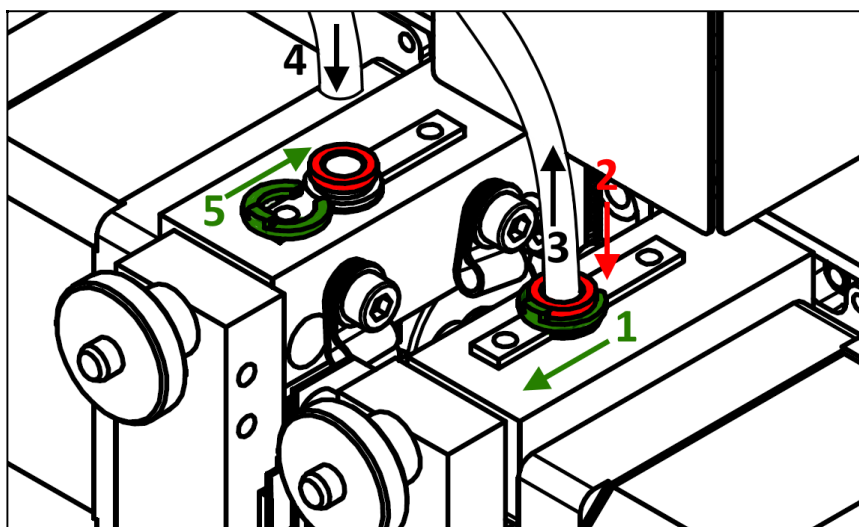

Рис. 59 Снятие трубки подачи материала с экструдера
2. Вытянуть С-образный замок (рис. 59, шаг 1) из соединителя трубки.
3. Надавить на замок соединителя трубки (рис. 59, шаг 2) и одновременно снять трубку подачи с ее соединителя, потянув за нее вверх (рис. 59, шаг 3).
5. Проталкивать трубку подачи обратно в отверстие соединителя трубки, пока не почувствуется сопротивление – примерно на 2 см (рис. 59, шаг 4), а затем вставить С-образный замок (рис. 59, шаг 5).
3. Вытянуть трубку подачи материала из экструдера (см. выше, Случай 3, рис. 59)